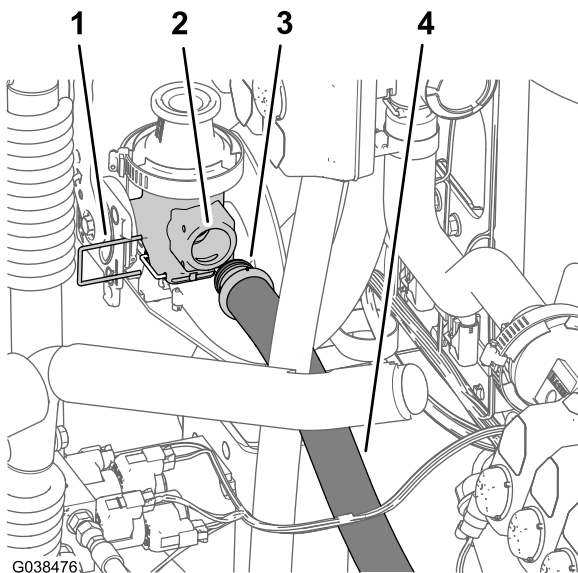

图73
- 将下供水软管 2.5 x 66cm 的直通宝塔接头装入清洁加药器切断阀的端口 图73。